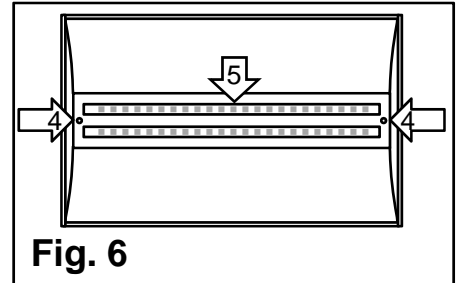

Fig. 6
2. Retire los dos **tornillos** (#4) en los extremos de la **tapa del LED** (#5). Retire la **tapa del LED** (#5) (**Fig. 6**).
4. Vuelva a colocar la **tapa del LED** (#5) volviendo a colocar los dos **tornillos** (#4) que se quitaron previamente (**Fig. 6**).